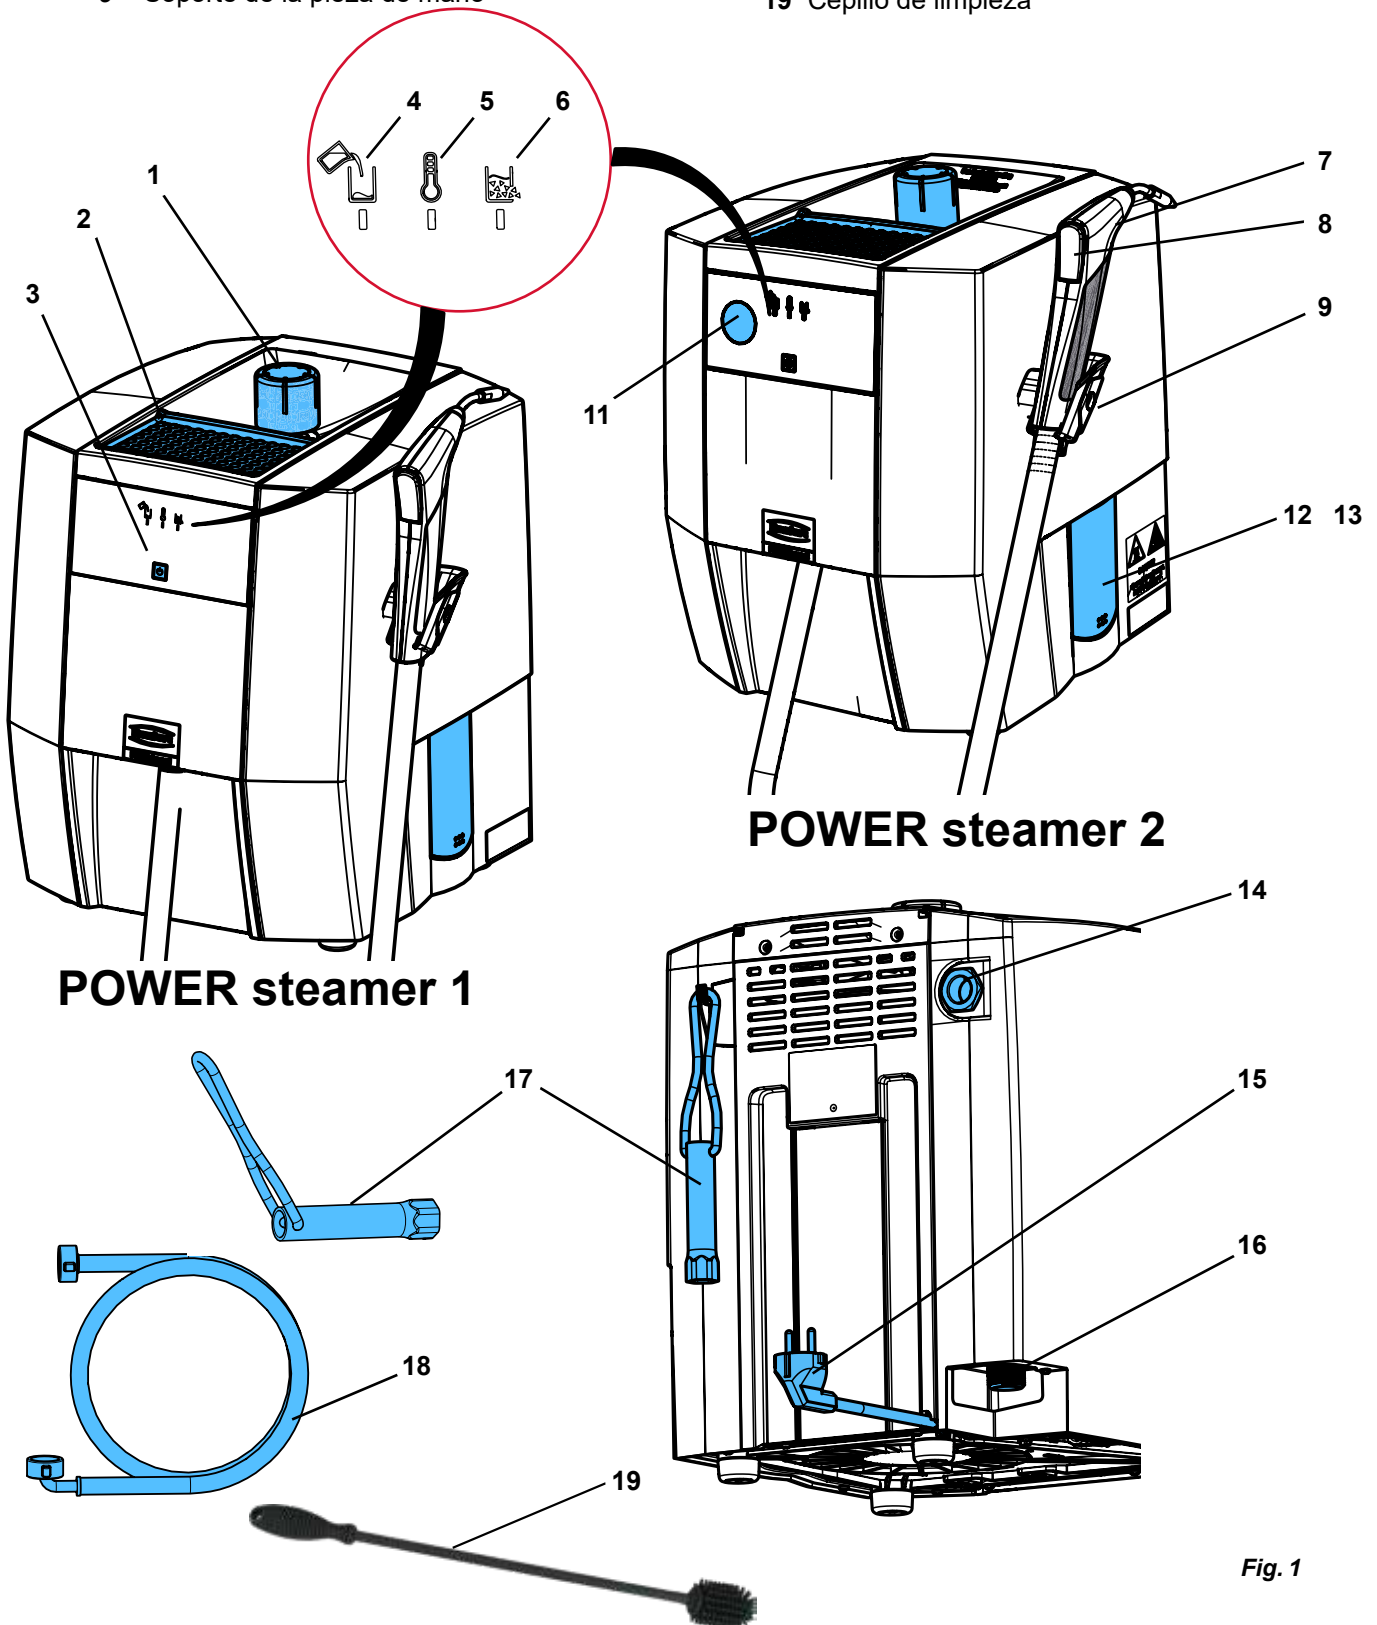

Fig. 1
- ▶ Configure el aparato de forma que no haya peligro si sale vapor por la abertura de salida de la válvula de alivio de presión (14, Fig. 1).
Los modelos de escayola o los modelos de revestimiento se pueden colocar en la bandeja para modelos (2, Fig. 1) para el secado.
⇒ Enrosque el tapón del depósito (1, Fig. 1).
Coloque el aparato de forma que no haya peligro si sale vapor por la abertura de salida de la válvula de alivio de presión (14 Fig. 1) (p. ej., no coloque el aparato delante de un enchufe).
La abertura de salida de la válvula de alivio de presión (14, Fig. 1) no debe taparse ni bloquearse en forma alguna.
¡Peligro por vapor a presión! Antes de abrir el tapón de revisión, asegúrese de que ya no haya presión en el depósito de presión. Abra y retire el tapón del depósito (1, Fig. 1).
- ⇒ Coloque el aparato de tal manera que el agua pueda fluir desde el depósito de presión a través de la abertura de revisión (12 / 13, Fig. 1) hacia un recipiente.